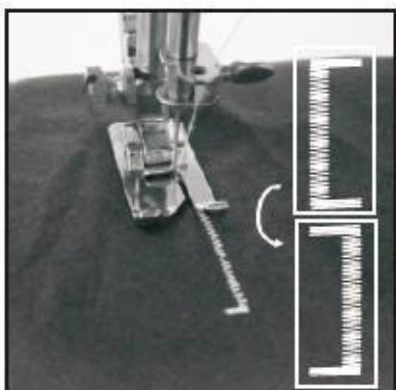

Рисунок 18
- 5) Поднимите прижимную лапку, повернув ткань на 180 ° (Рисунок 18).